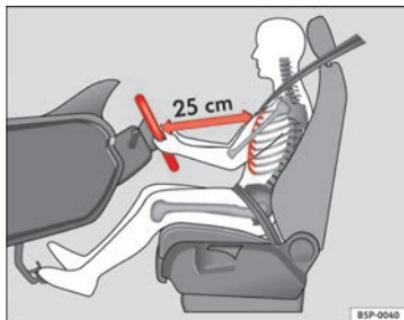
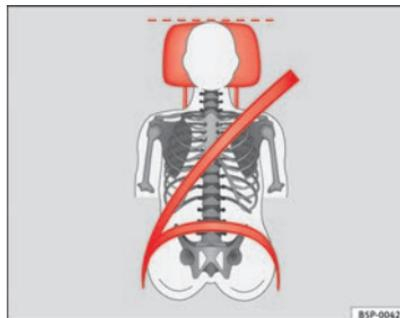

Abb. 28 Der richtige Abstand des Fahrers zum Lenkrad.
Abb. 29 Richtiger Gurtbandverlauf und richtige Kopfstützeinstellung.
- Sitzeinstellung so vornehmen, dass der Abstand zwischen Lenkrad und Brustbein mindestens 25 cm beträgt ⇒ **Abb. 28** und das Lenkrad mit beiden Händen und leicht gebeugten Armen seitlich am äußeren Rand festgehalten werden kann.
- Fahrersitz in Längsrichtung so einstellen, dass die Pedale mit leicht angewinkelten Beinen durchgetreten werden können und der Abstand zur Instrumententafel im Kniebereich mindestens 10 cm beträgt ⇒ **Abb. 28**.
- Kopfstütze so einstellen, dass die Oberkante der Kopfstütze sich möglichst auf einer Linie mit dem oberen Teil des Kopfs – jedoch nicht niedriger als Augenhöhe – befindet. Hinterkopf stets so nah wie möglich an der Kopfstütze positionieren ⇒ **Abb. 28** und ⇒ **Abb. 29**.
Den richtigen Abstand zwischen Fahrer und Lenkrad ⇒ Abb. 28 mit Hilfe der Bedienelemente am Fahrersitz einstellen ⇒ Seite 51.